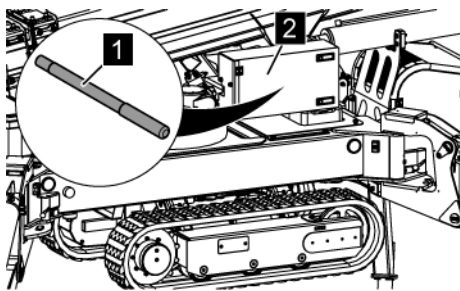

Abb. 142: Handpumpenhebel entnehmen
4. Handpumpenhebel (Abb. 142/1) aus dem Hydrauliksteuerkasten (Abb. 142/2) entnehmen.